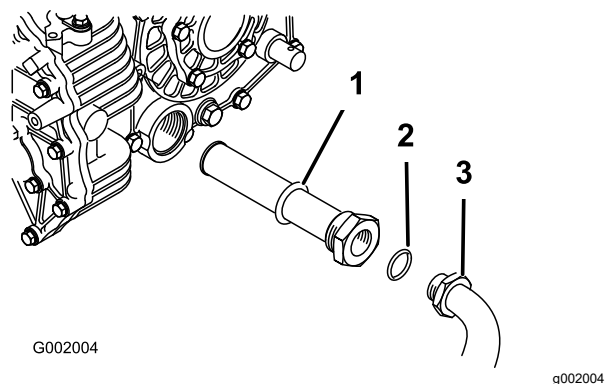

Bild 53
5. Nehmen Sie den Hydraulikschlauch und das 90°-Anschlussstück ab (Bild 53).